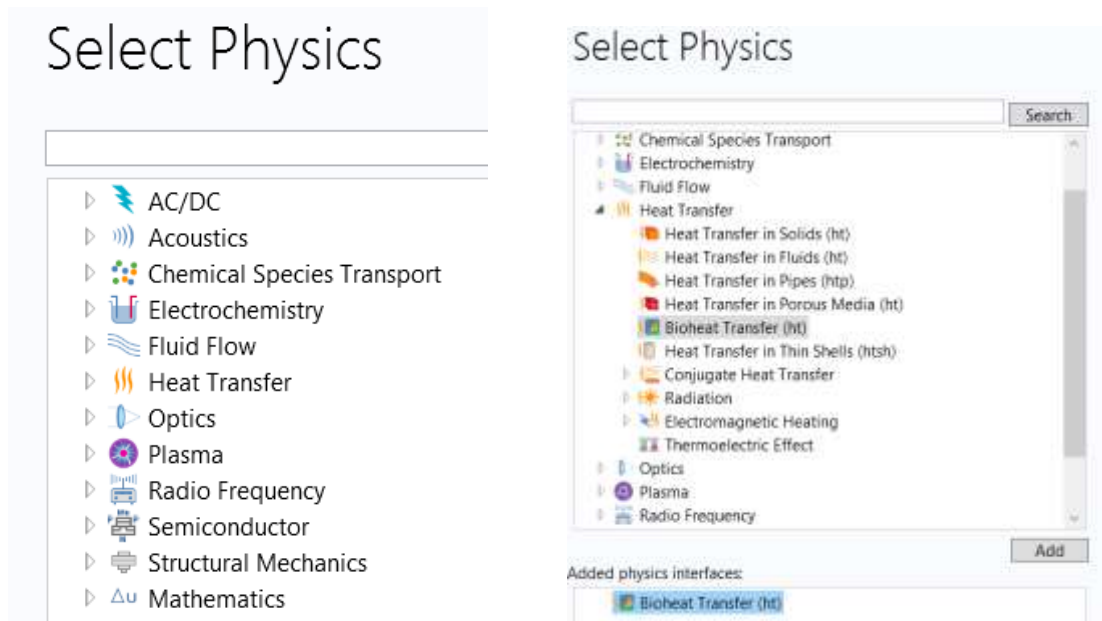

Рис. 11.3. Дерево задач в программе COMSOL
2. В дереве **Select Physics**, выберите **Heat Transfer>Bioheat Transfer (ht)** (рис. 11.3).
3. В разделе **Select Physics** в диалоге рис. 11.3 нажмите кнопку "**Add**".
5. В списке задач **Select Physics** (рис. 11.3), выберите **Radio Frequency > Electromagnetic Waves, Frequency Domain (emw)**.